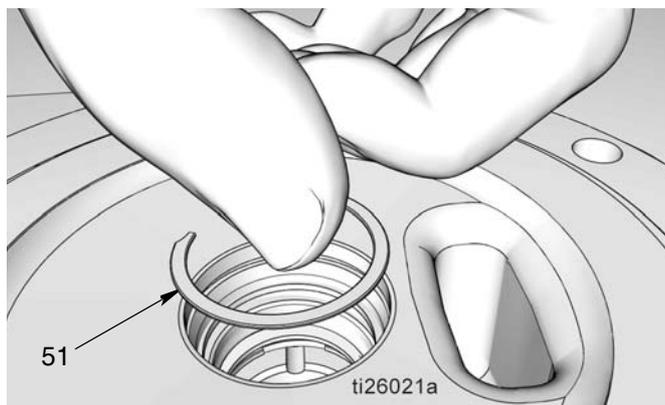

FIG. 34
- f. Coloque el clip de retención (51) (FIG. 34). Deberá percibir un “clic” cuando se asienta correctamente el clip de retención en la ranura.